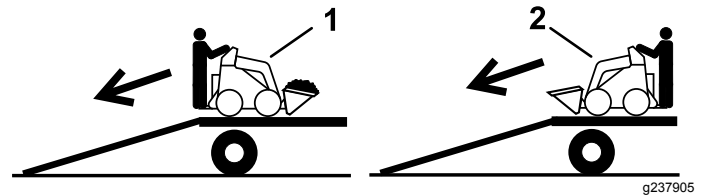

Figure 14
2. Descendez la machine de la remorque en gardant le côté le plus lourd en haut de la rampe et en maintenant la charge en bas (Figure 14).